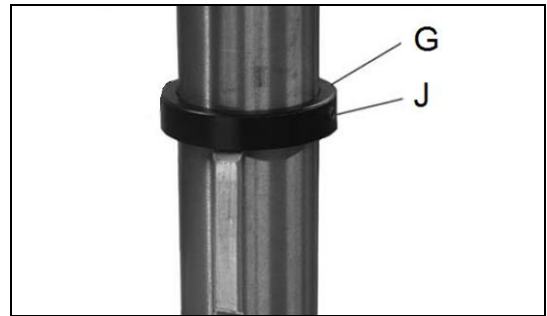

Fig 9
Montieren Sie den Stoppering (G, Fig 9) und ziehen Sie den Gewindestift (J) fest.